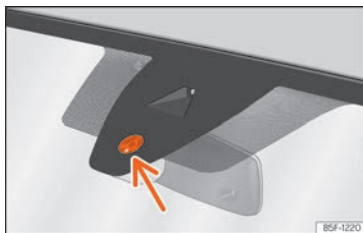

Abb. 108 Sensitive Fläche des Regensensors.
Mögliche Ursachen für Störungen und Fehlinterpretationen im Bereich der sensitiven Fläche »» Abb. 108 des Regensensors sind u. a.:
- Sensitive Fläche des Regensensors »» Abb. 108 regelmäßig reinigen und Scheibenwischerblätter auf Beschädigungen prüfen (Pfeil).